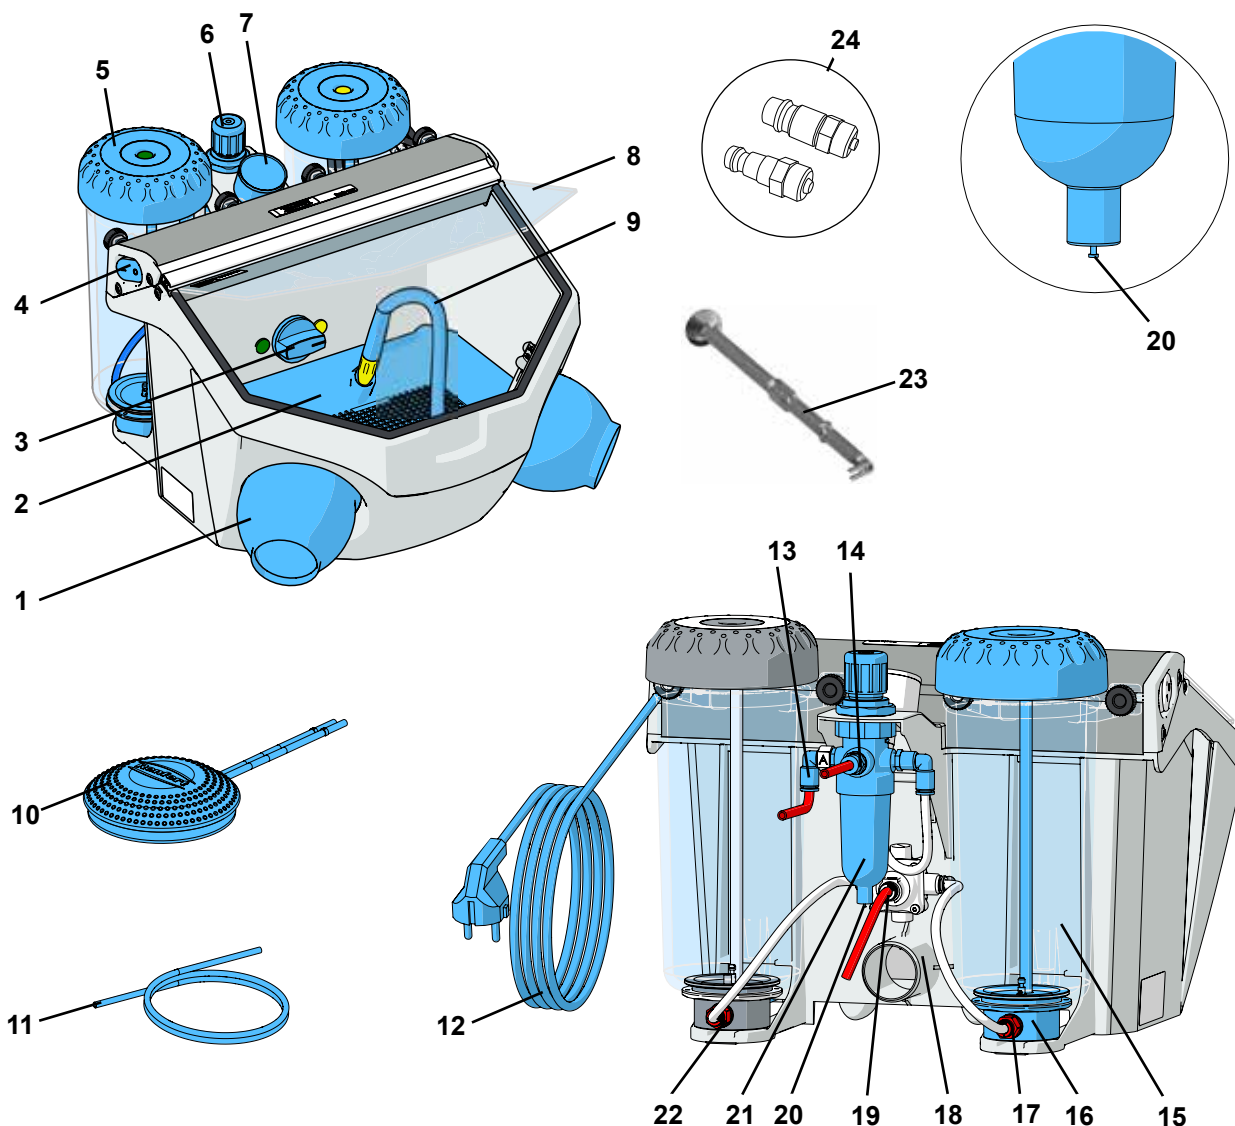

рис. 1
- ⇒ Размотайте сетевой кабель (12, рис. 1).